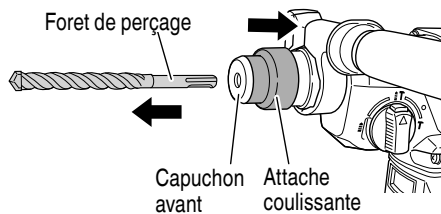

Fig. 12
- (3) Vérifier que le foret est solidement fixé en tirant dessus.
- (4) Pour retirer le foret de perçage, tirer complètement l'attache coulissante dans le sens de la flèche et sortir le foret. (Fig. 12)